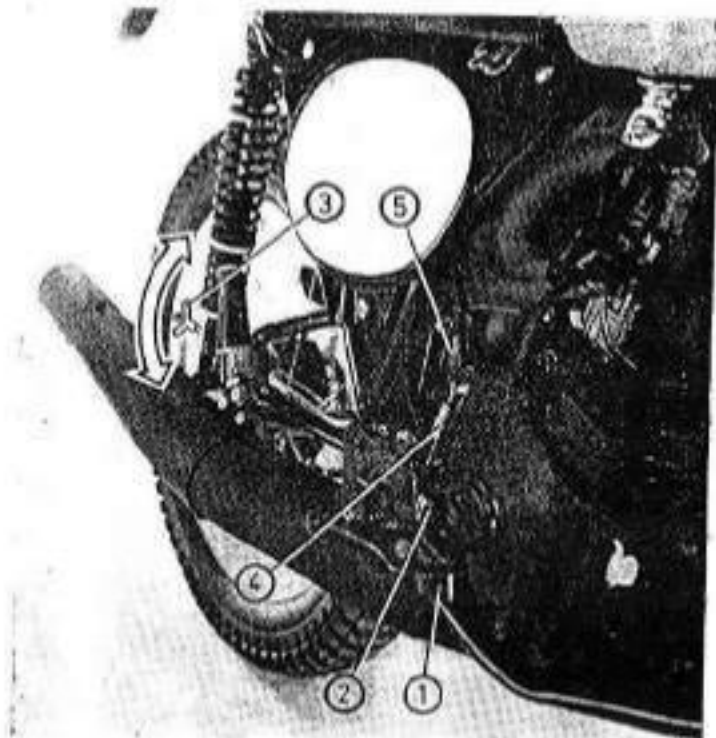

Fig. 22
1. **Uso del tensor.** Para ajustar el juego del pedal, usar el tensor (fig. 22). Si este tensor está ya al final de su recorrido proceder entonces como sigue: